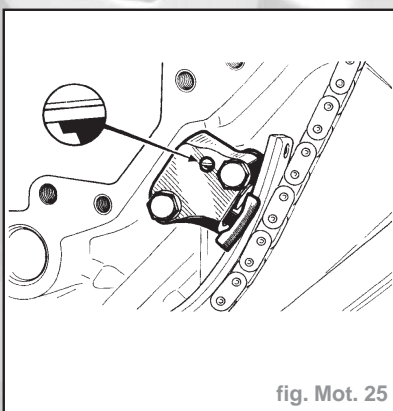

fig. Mot. 25
- Celui-ci est maintenu en position (armé ou désarmé) par l'action d'un ressort (2) qui pousse une bille (3) sur la rampe de verrouillage.
- Désarmer les deux tendeurs de chaîne en tournant les cliquetis avec un tournevis dans le sens inverse des aiguilles d'une montre (fig. Mot. 25).